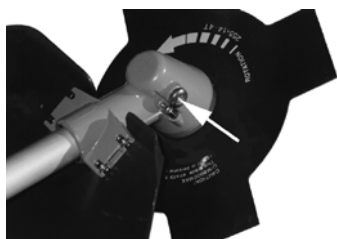

Fig.19
2) Saisissez la débroussailleuse avec la main gauche en appuyant sur le tube de transmission pour la maintenir bien immobile à terre (Fig. 19) et avec la main droite, tirez lentement le cordon jusqu'à l'encliquetage des cliquets sur le volant.
Toutes les 25 heures graissez le couple conique. Pour cela dévissez la vis qui sert de bouchon et est positionnée latéralement par rapport à la boîte du couple conique, puis introduisez la graisse à l'aide de la seringue à pression prévue à cet effet, remplissez puis revissez. Nous vous conseillons d'utiliser de la graisse qui convient aux utilisations à hautes températures, et plus précisément comprises entre 120° et 170 °C (Fig. 19).